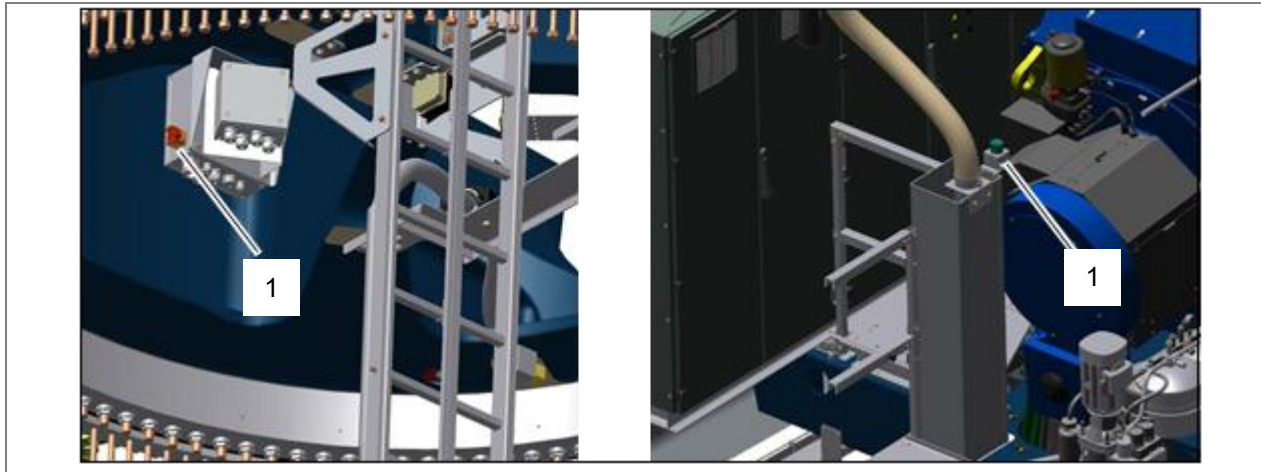

Abbildung 24: Mittelspannungsschalter (1) an Box 8 und am Kettenkasten des Elektrokettenzuges
- Im Maschinenhaus den Mittelspannungsschalter (1) am Kettenzug oder an Box 8 im Azimutbereich betätigen, siehe Abbildung 24.